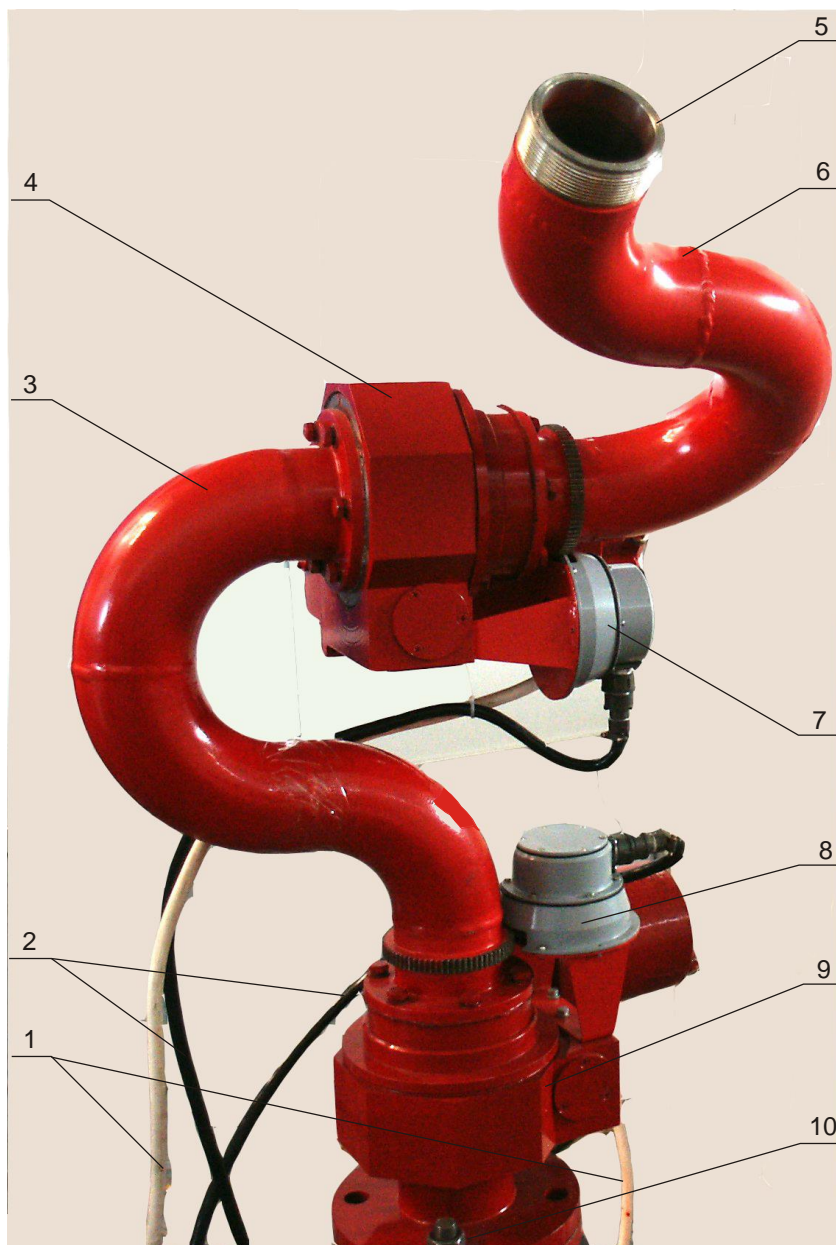

Рисунок 3. Пожарный лафетный ствол. Вид спереди
ПЛС имеет две степени подвижности. Привод Пр Х – поз.9 (рисунок 3) осуществляет перемещение ствола в горизонтальной плоскости, привод Пр У – поз.4 – перемещение в вертикальной плоскости. В приводах применён электродвигатель постоянного тока. Напряжение питания 12 В, что обеспечивает безопасную эксплуатацию. Электродвигатель закрыт герметичным кожухом, обеспечивающим защиту от водяных струй.
6) в зависимости от комплекта поставки на ствольную трубу (поз.1 рис. 3) установить насадок водяной или насадок-пеногенератор. Затяжку резьбы производить используя ключ для круглых гаек на диаметр 95 мм. Предварительно резьбу трубы смазать солидолом;